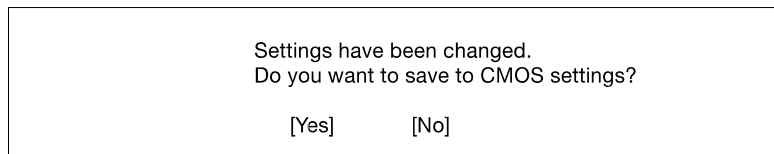

图 3-14 Exit Setup 屏幕
- 按 **Esc** 键返回 **System Security** 菜单，然后再按 **Esc** 键退出 Setup。出现图 3-14 中所示的 **Exit Setup** 屏幕。